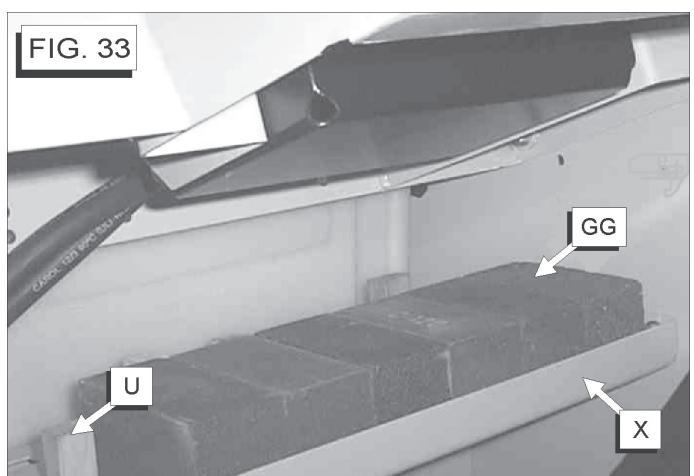

FIG. 33
- X. Compartiment de rangement : Peut contenir 6 outils de 2 x 2 x 4 po [GG] et 9 coins en bois [U]. [FIG. 33].